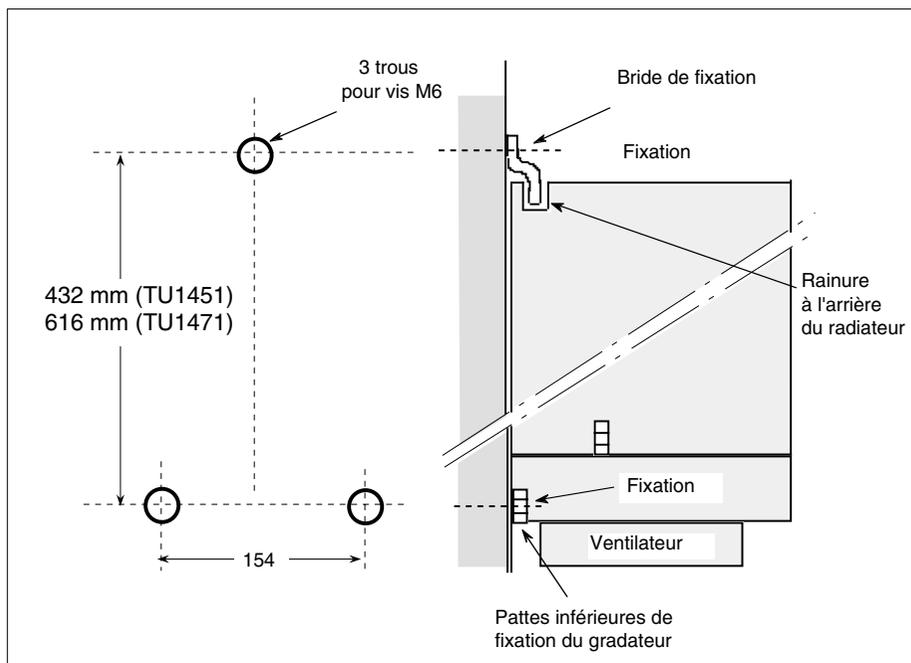

Figure 2-3 Cotes (en mm) de perçage et fixation des gradateurs. Montage en fond d'armoire
- Installer les deux vis **M6** inférieures dans l'armoire en respectant les cotes de perçage (figure 2-3)